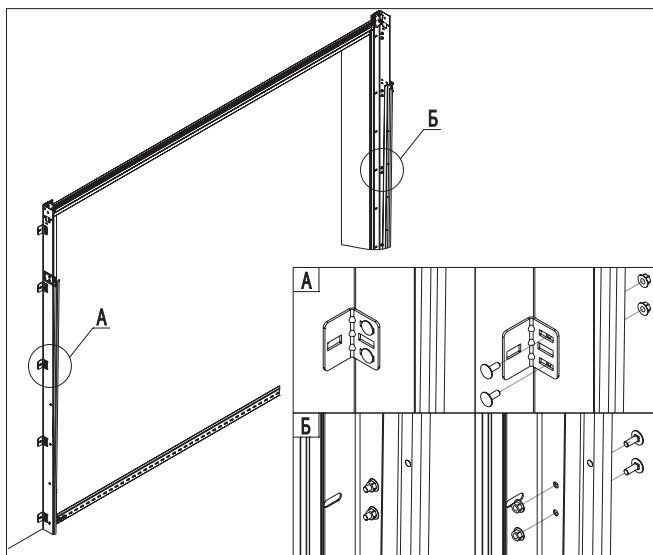
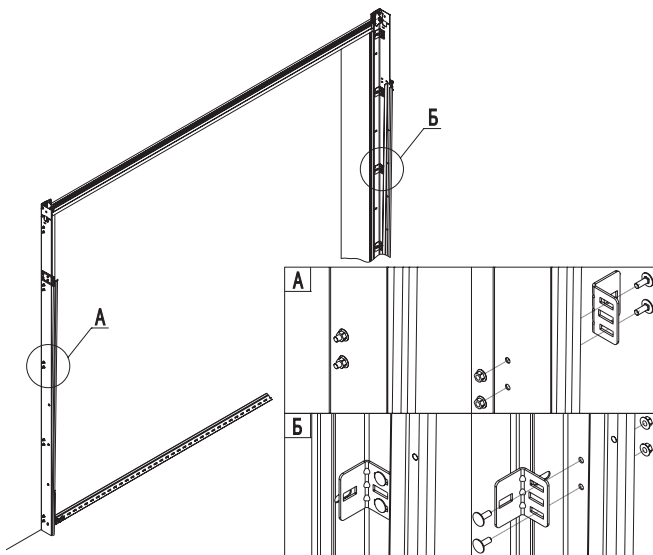

Рис. 9.1
Рис. 9.2
4) закрепить на стойках усиливающие боковые кронштейны при помощи болтов М6×16 с полукруглой головкой и гаек с буртиком. На рис. 9.1 показан вариант установки усиливающих боковых кронштейнов снаружи опорных стоек, на рис. 9.2 – внутри.